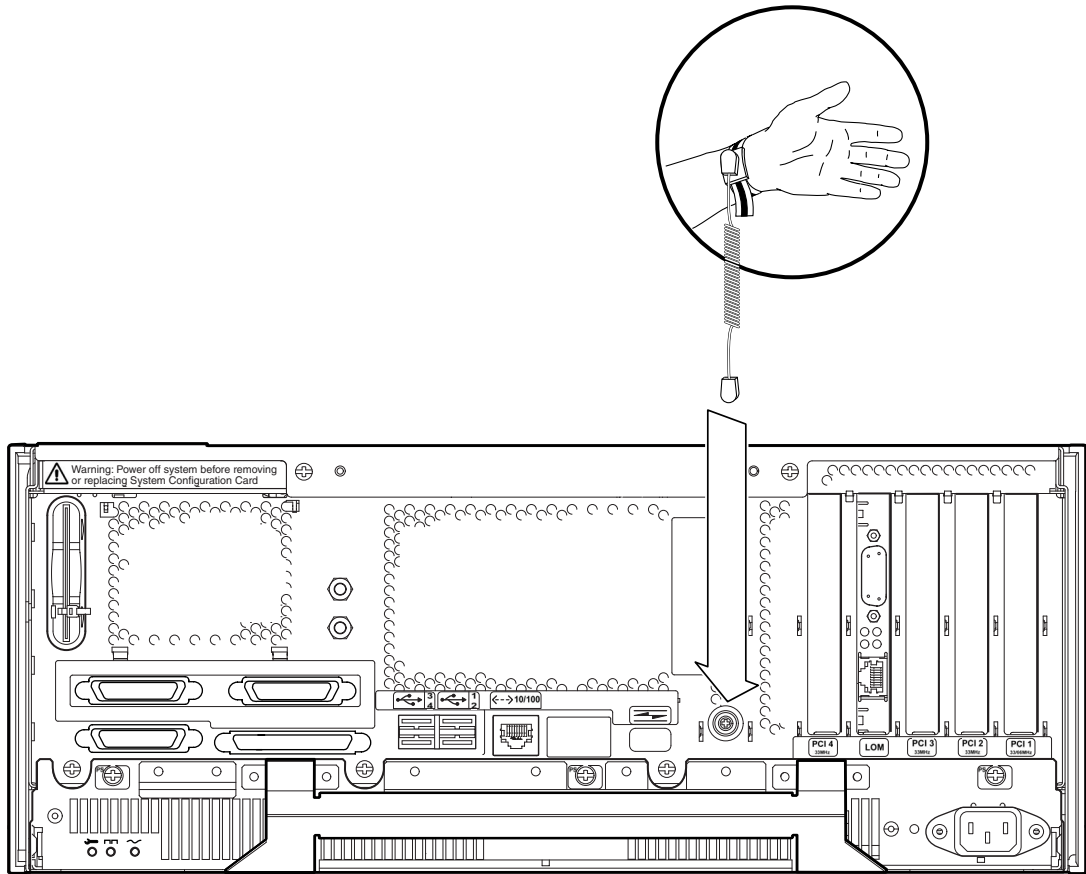
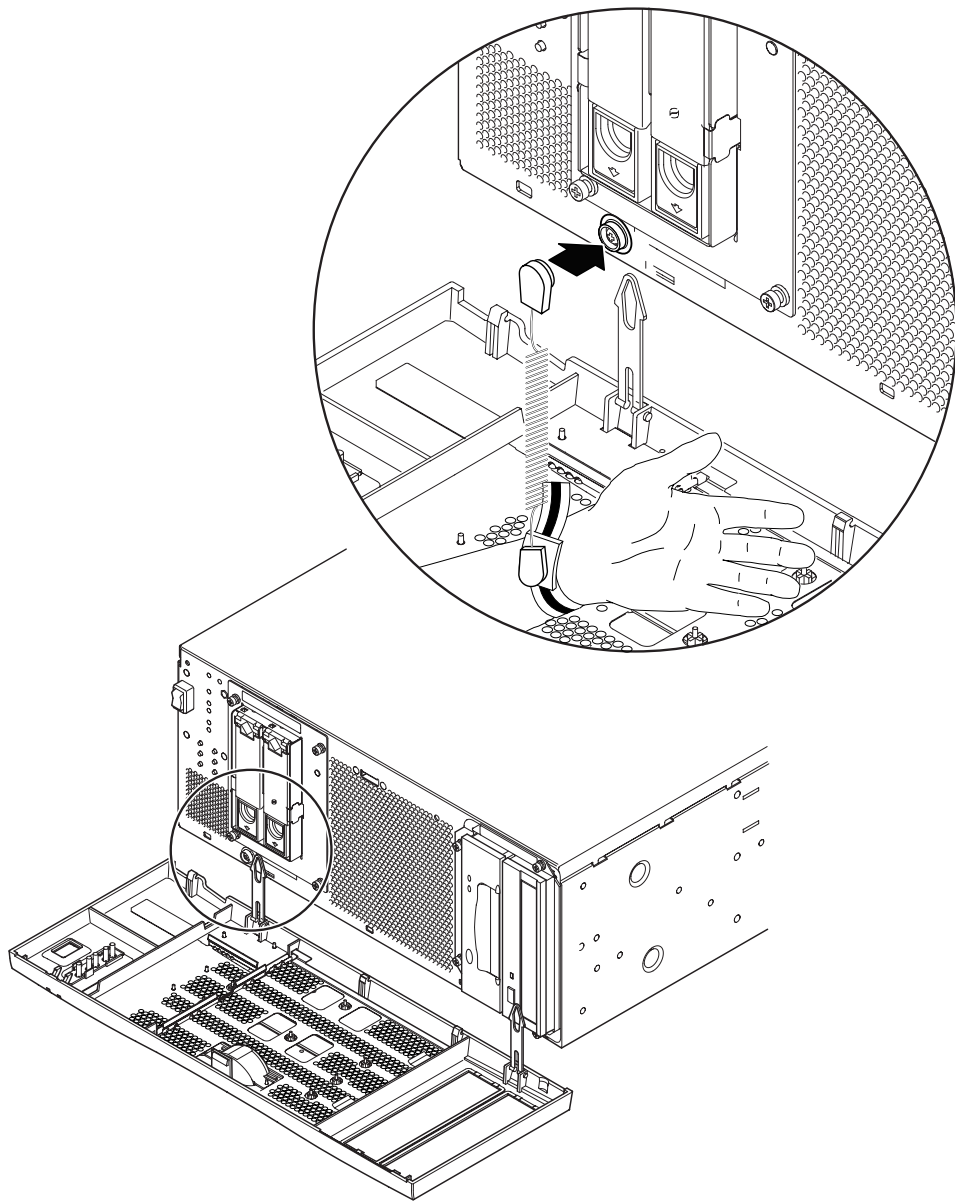

ABBILDUNG 12-1 Befestigen des antistatischen Armbandes auf der Rückseite des Chassis
ABBILDUNG 12-2 Befestigen des antistatischen Armbandes auf der Vorderseite des Chassis
- Um das antistatische Armband am Chassis zu befestigen, schließen Sie das Armband wie in ABBILDUNG 12-1 oder ABBILDUNG 12-2 dargestellt an.